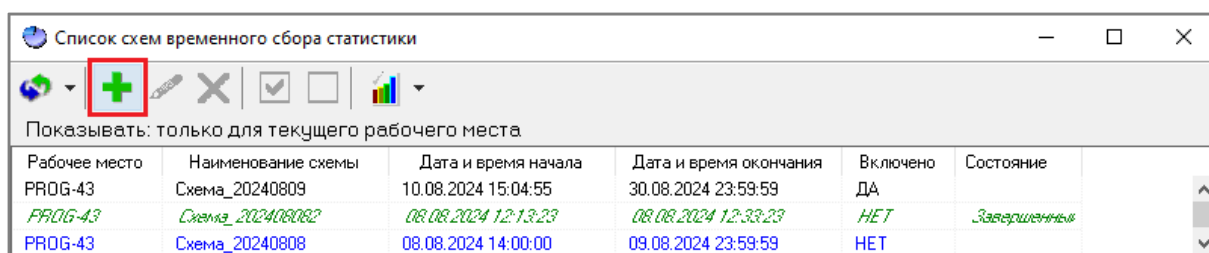

Рисунок 12-113 Создание схемы ВСС через панель инструментов окна "Список схем временного сбора статистики"
- либо нажмите кнопку «Создать схему временного сбора статистики»  на панели инструментов (см. п. 12.6.1.1) окна «Список схем временного сбора статистики» (см. Рисунок 12-113);